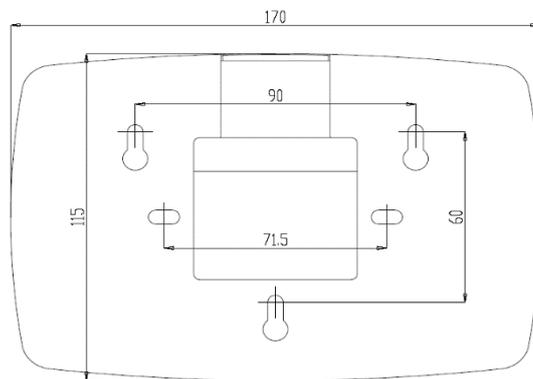

图3
4.1.2 将分开的后盖用自攻螺丝固定到墙面上, 安装尺寸如图 3。